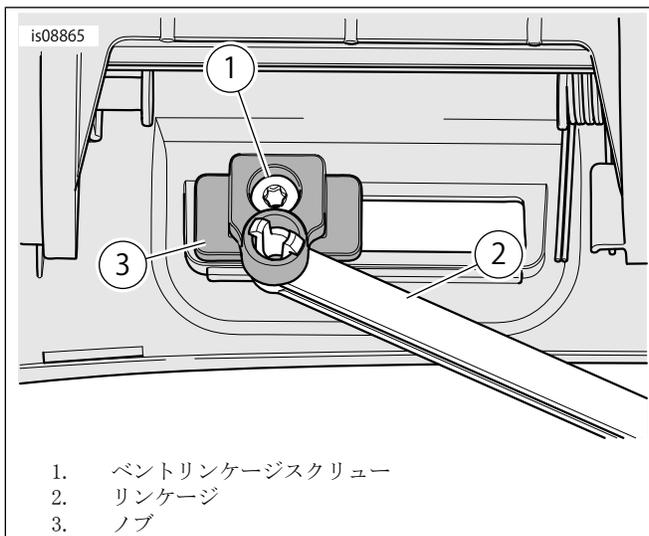

図4。ベントリンケージスクリュー
4. 図4を参照してください。スクリー(1)を取り外します。リンケージ(2)を取り外します。新品のエンクロージャーフロントに取り付けます。スクリーを1.3-2 N·m (12-18 in-lbs)のトルク値で締め付けます。